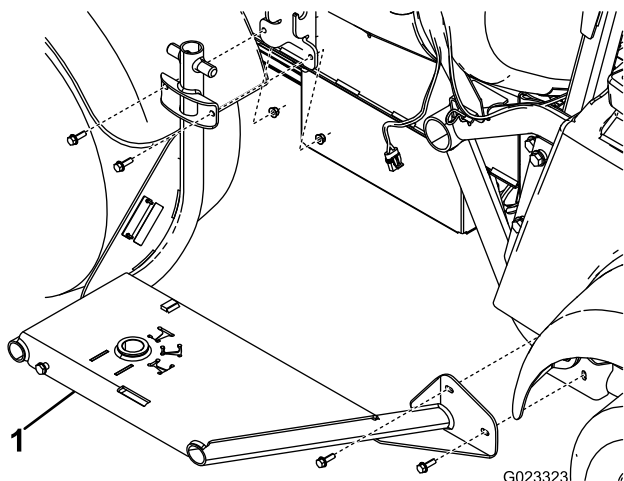

Figure 5
1. Fixez le cadre du dévidoir sur le côté de la machine au moyen de 4 boulons (5/16 po) et 4 écrous à embase (5/16 po), comme montré à la Figure 5.